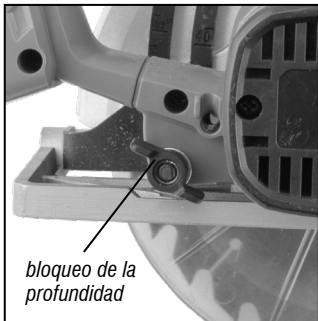

Fig. 6 – Palanca de bloqueo de profundidad
- a. Suelte la palanca de bloqueo de la profundidad (Fig. 6).